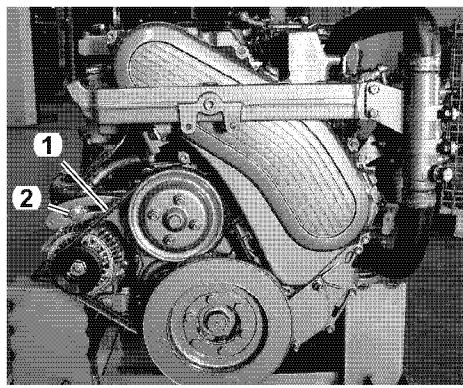

Figura 15
1. Controllare la cinghia spingendola al centro (1, **Figura 15**) con il dito.
2. Allentare il perno dell'alternatore (2, **Figura 15**) e per regolare la tensione della cinghia trapezoidale, spostare il bullone dell'alternatore.